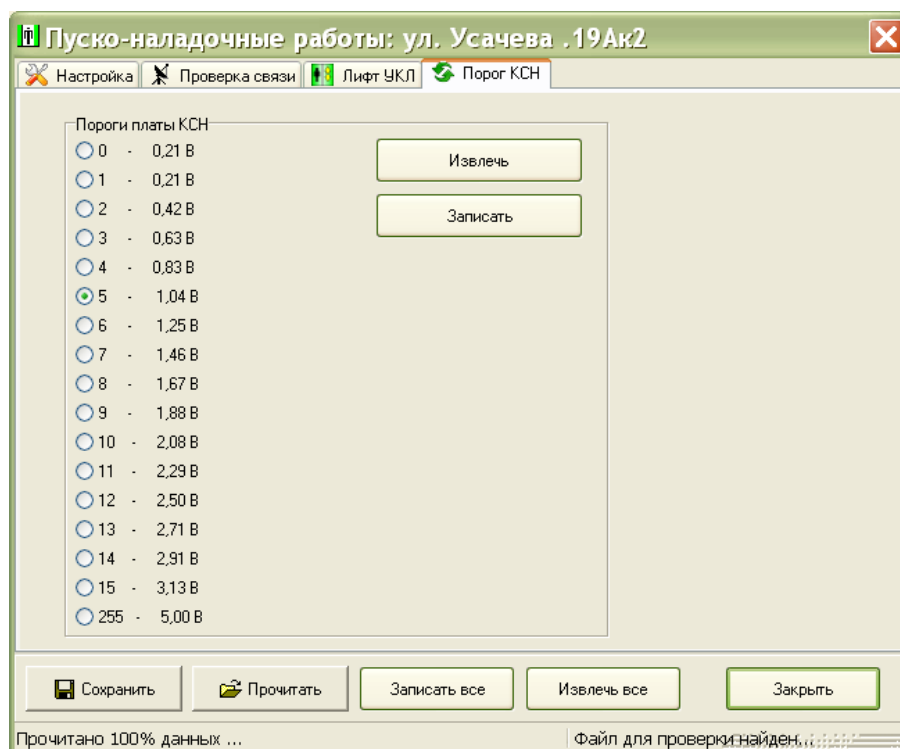

Рисунок 40
5) Затем в окне «Пуско-наладочные работы» лифтового блока выбрать вкладку «Порог» (рисунок 40). Задать ориентировочно начальное значение порога платы КСН исходя из